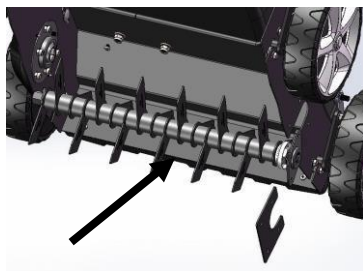
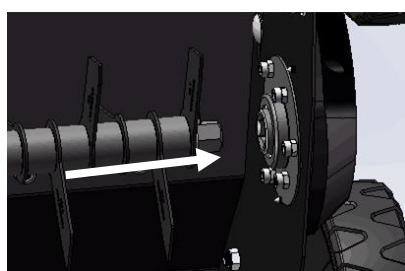
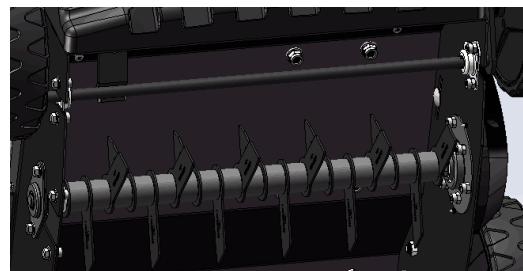

Fig.11C
Fig.11D
Fig.11E
- Til de rol op en trek hem eruit in de richting van de pijlen. (Afb. 11C)
- Schuif de nieuwe rol in de richting van de pijlen, steek de as in de zeskantbout en druk de andere kant in de houder. (Fig.11C/ Fig.11D/ Fig.11E).